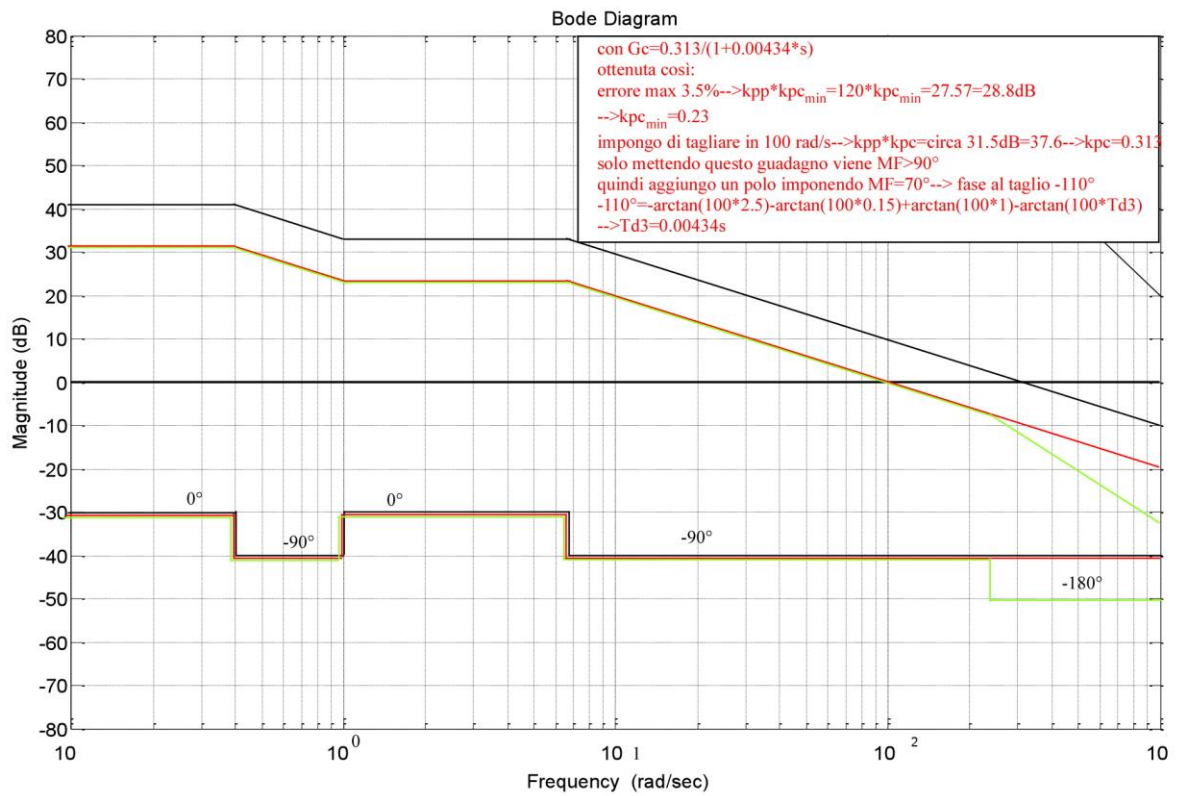

Fig. 1
4) e 5) [Fig. 1, curve nere]
Graficamente, si osserva che per tagliare a 100 rad/s usando una rete di correzione solo proporzionale si dovrebbe abbassare il guadagno statico complessivo a circa 31.5 dB = 37.6, traslando il grafico dell'ampiezza in basso con un guadagno $k_{p,c} < 1$; imponendo $120 \cdot k_{p,c} = 37.6$ si ottiene $k_{p,c} = 0.313$ [vedi curve rosse di Fig. 1].
La FTCA corretta è rappresentata sul diagramma di Bode [vedi curve verdi di Fig. 1]. Essendo il nuovo polo a destra di 100 rad/s, la ω_t stessa non viene alterata. La rete di correzione soddisfa quindi tutte le specifiche. La funzione di trasferta della rete di correzione è: